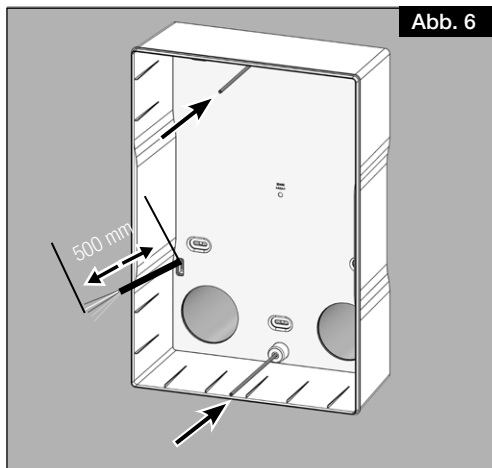

Abb. 6
Die Anschlussleitung muss 500 mm zur Wandinnenseite überstehen (s. Abb. 6)! Die genaue Kabellänge muss bei der Montage des Gerätes angepasst werden.
1. Zwei Gewindestangen im Aufputzgehäuse einschrauben (siehe Abb. 6).